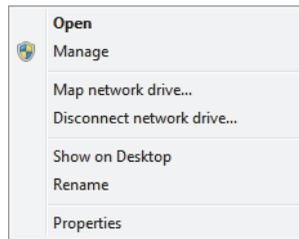

Figure 7-24 Menu contextuel de l'icône Poste de travail (Windows 7)
2. Dans le menu contextuel, cliquez sur **Manage** (Gérer) [voir la Figure 7-24 à la page 237].